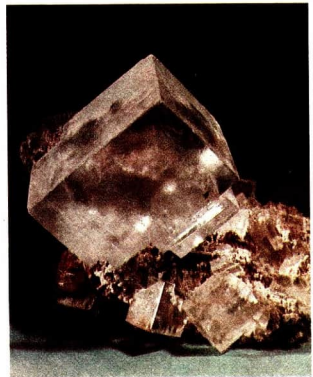

Abb. 84 Natriumchloridkristall
**Eigenschaften von Natriumchlorid.** Natriumchlorid besteht aus würfelförmigen Kristallen (Abb. 84) und schmilzt bei  $800^{\circ}\text{C}$ . Die Kristalle sind weiß, spröde und in Wasser löslich (Experiment 37). Sie leiten nicht den elektrischen Strom. Dagegen leitet eine Lösung von Natriumchlorid in Wasser den elektrischen Strom (Experiment 38).